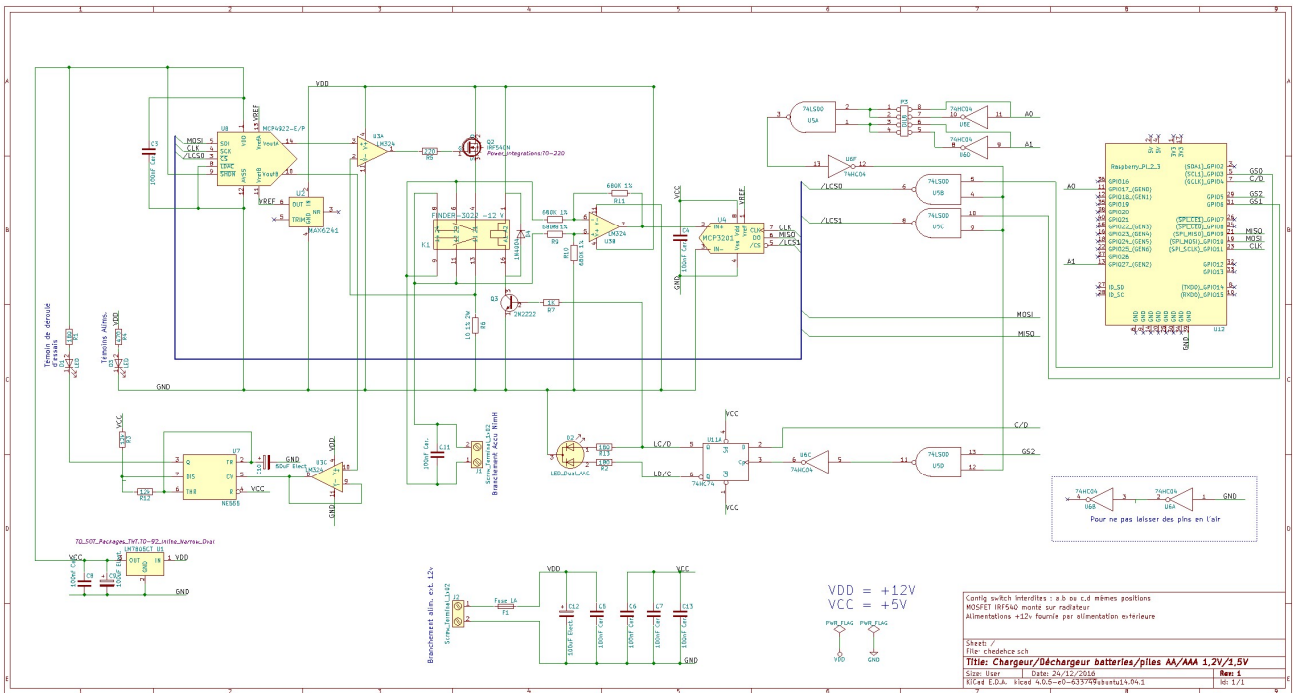

Figure 5 – Schéma de principe
C. Principe du circuit (Figure 5)